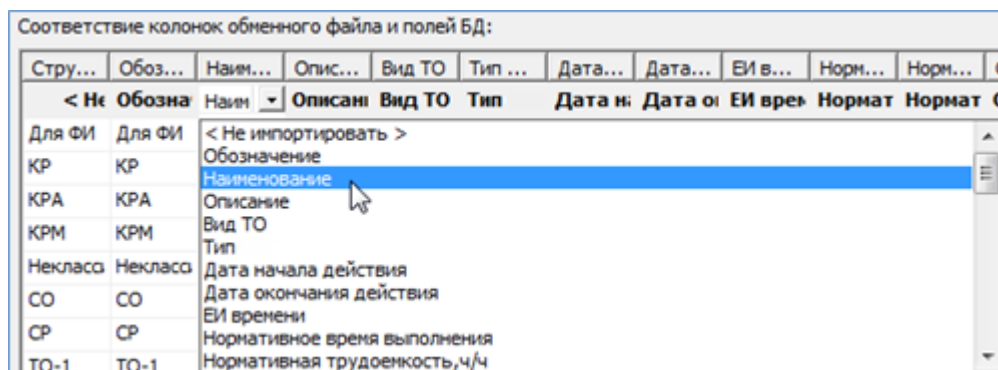

Рис. 12-32 – Установление вручную соответствия колонок в файле и полей БД
– В случае если соответствие между колонками в обменном файле и полями БД не удалось установить автоматически, задайте его вручную. Для этого раскрыть список полей БД, нажав кнопку в правой части ячейки в строке «Поле БД», и выбрать нужное значение (рис. 12-32).